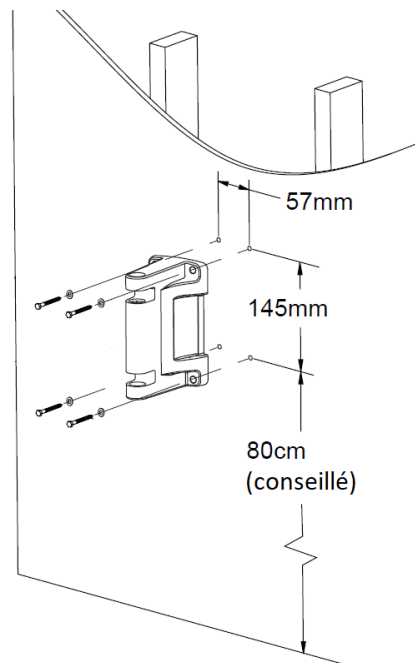

Fig. 3
- Localisez le montant en bois à l'aide du détecteur de montant (non inclus), puis utilisez le support (5) comme gabarit pour marquer la position de perçage avec un marqueur. Il est recommandé que les trous inférieurs soient à 80 cm au-dessus du sol. (voir Fig.3)
- Branchez le tuyau d'arrivée d'eau (6) sur l'alimentation en eau.